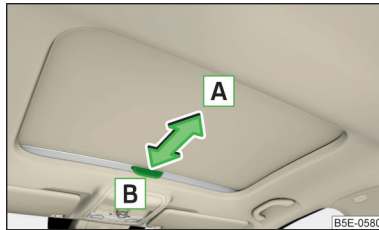

Abb. 60
- › Zum **Öffnen** den Griff in Pfeilrichtung  ziehen » **Abb. 60.**